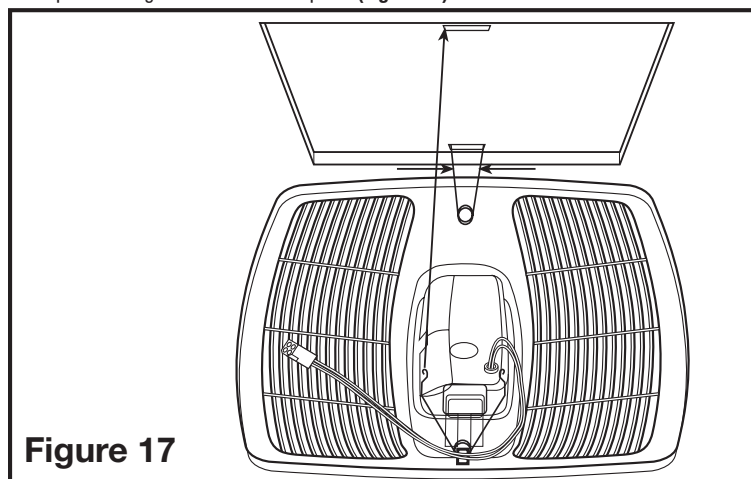

Figure 17
- 5a. **MODÈLES STANDARDS ET DÉTECTION DE D'HUMIDITÉ:** Installez la grille en pressant les ressorts ensemble pour les installer dans la fente la plus éloignée du compartiment de câblage sur le boîtier du ventilateur. Attachez le câble à connexion rapide de 4 broches de la grille au connecteur de 4 broches sur le dessus du couvercle du compartiment de câblage. Le câble ne s'insère que d'une façon dans la prise. Installez l'autre ressort et poussez la grille vers le haut en place (Figure 17).